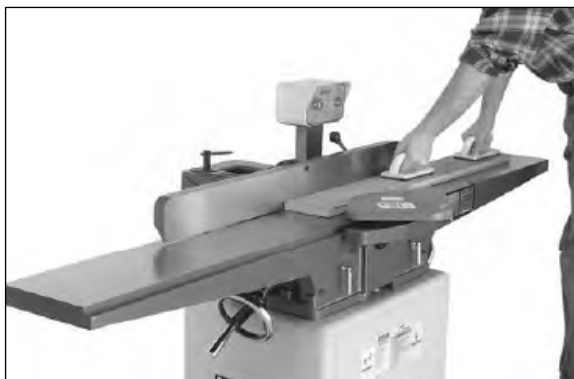

Рисунок 42.
Цель фугования по пласти является создание плоской ровной поверхности на заготовке (рис. 42, 43). Это необходимый шаг, который подготавливает заготовку к прохождению через рейсмусовый станок при получении базовой заготовки.
- Возьмите толкатели в обе руки, прижмите заготовку к столу и параллельному упору с усилием и подавайте заготовку на ножевой вал (рис. 42).